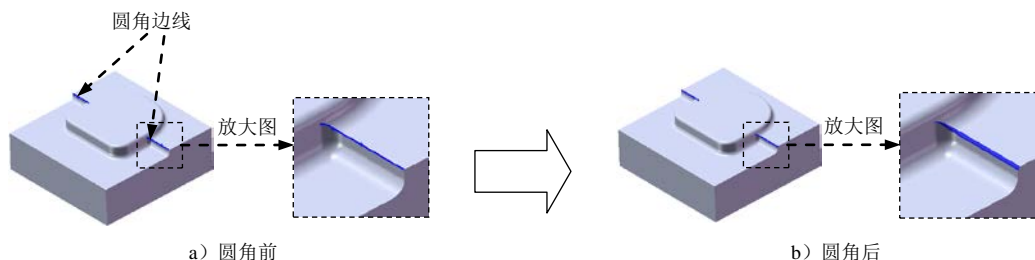

图 14.2.12 圆角 4
(5) 单击  按钮, 完成圆角 3 的创建。
Step8. 创建图 14.2.12 所示的圆角 4。
(1) 选择命令。选择下拉菜单 **插入(I)** → **特征(F)** →  **圆角(U)...** 命令 (或单击  按钮), 系统弹出“圆角”对话框。
(2) 定义圆角类型。采用系统默认的圆角类型。